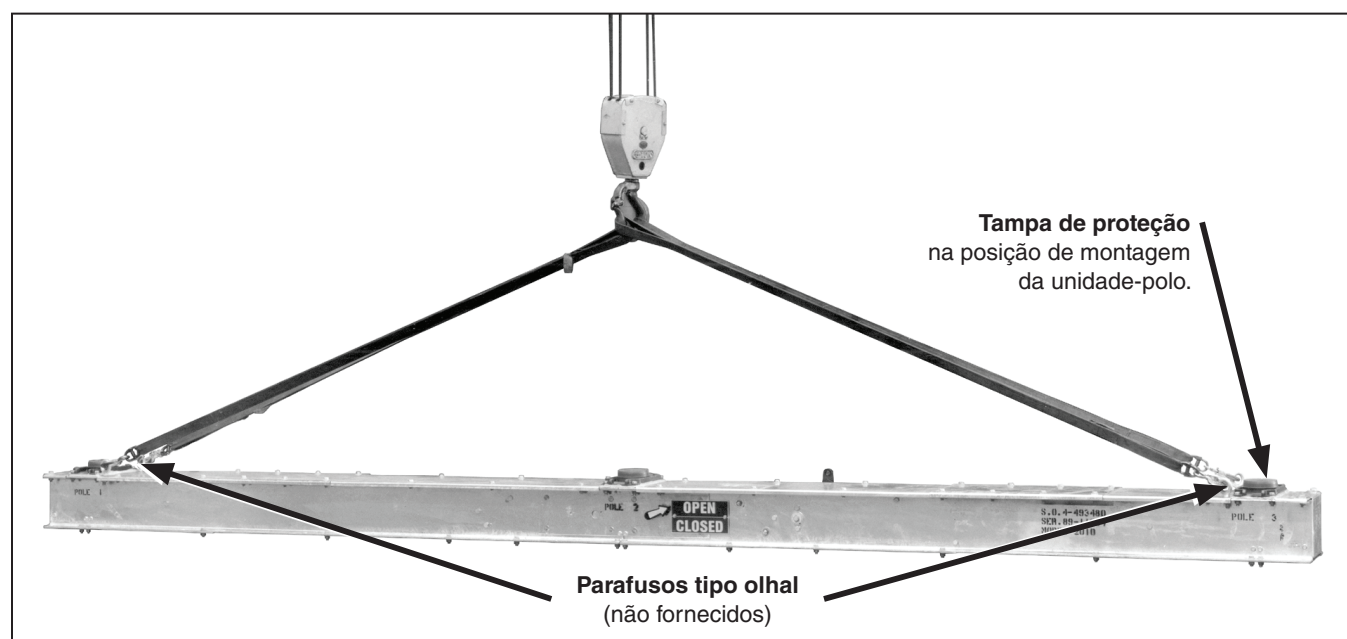

Figura 5. Içamento da base de alta velocidade.
PASSO 2. Instale quatro correias de içamento adequadas na base de alta velocidade. Ver Figura 5. Desparafuse o palete e levante a base acima do pedestal, conforme mostrado nos desenhos de instalação.
(c) Remova a tampa de proteção da base de alta velocidade na posição de montagem da unidade-polo. Ver Figura 5 na página 13. Continue a levantar a unidade-polo até a sua posição de **Montagem** no centro da base de alta velocidade, conforme mostrado nos desenhos. Movimente a unidade-polo com cuidado para evitar danos à haste isolada de operação.